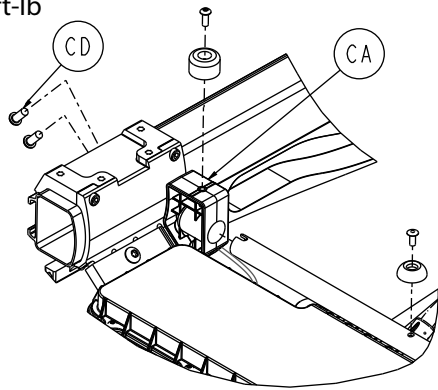

Figure 91 – Retirer le boîtier du pare-chocs du relève-jambes
7. À l'aide d'une clé Torx T27, retirer les deux vis d'assemblage à tête ronde (CD) qui fixent le boîtier du pare-chocs du relèvement-jambes (CA) au support de fixation (Figure 91). Retirer et conserver le boîtier de pare-chocs du relèvement-jambes. Conserver les vis. Répéter pour l'autre côté.